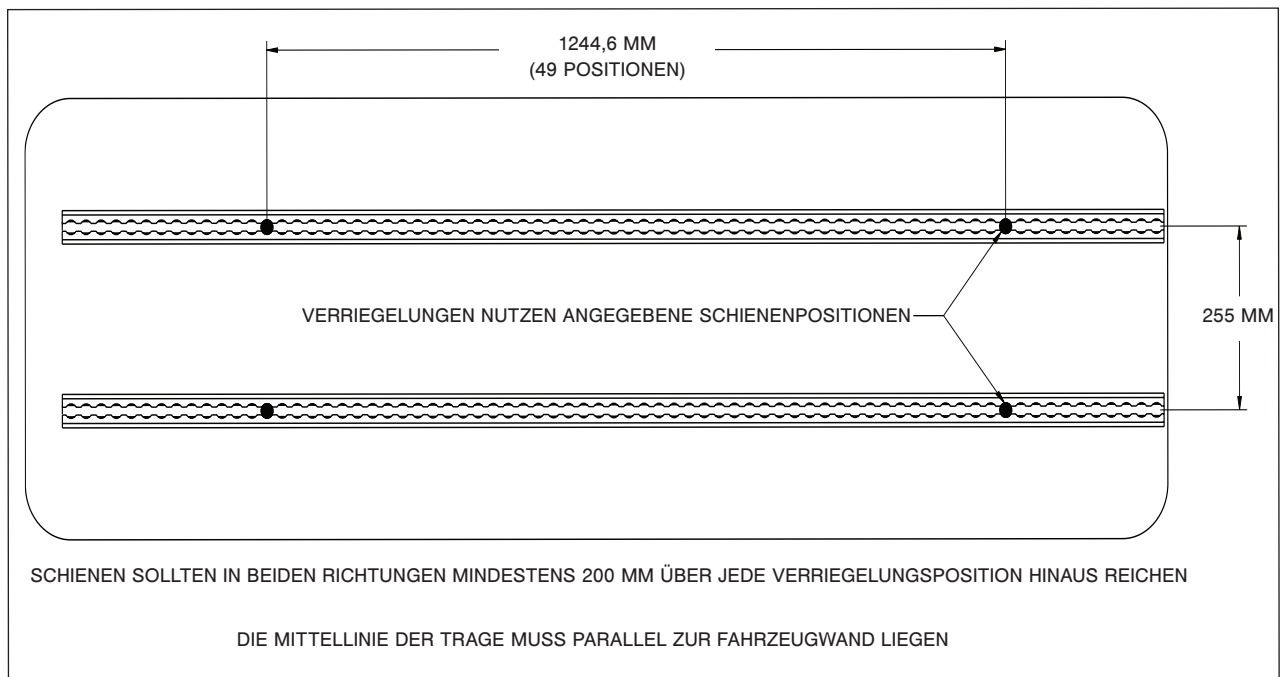
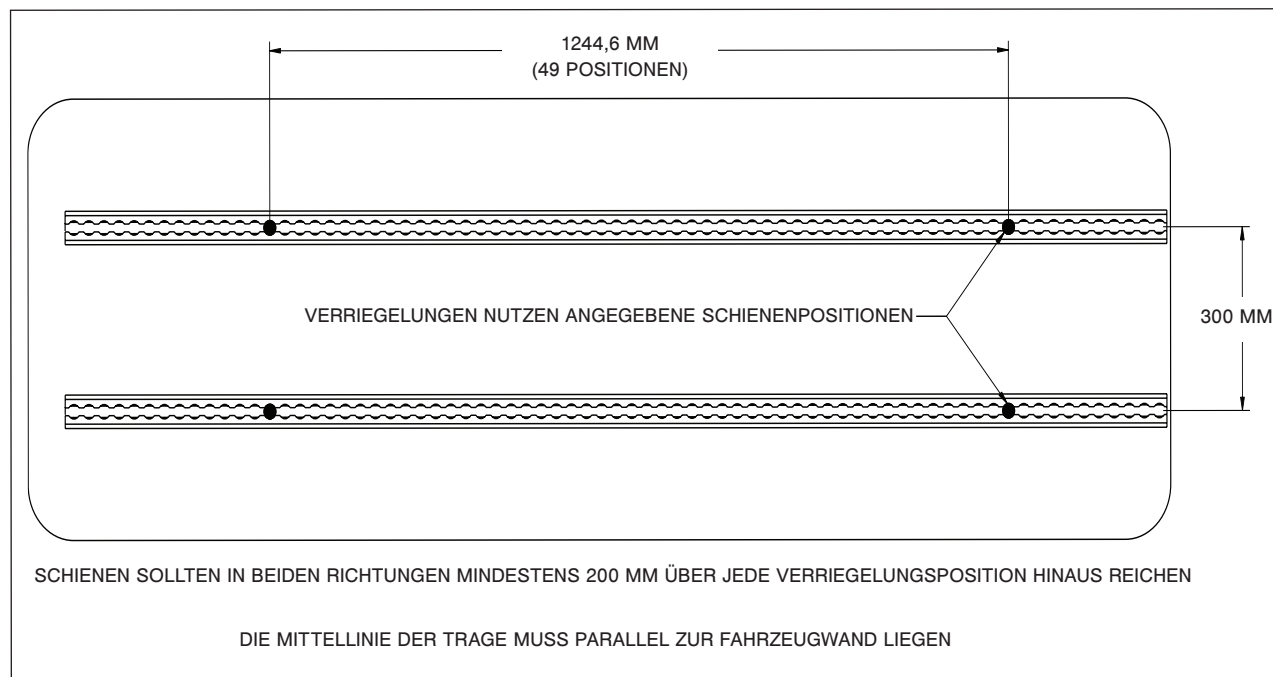

Abbildung 12 - Positionen für die Installation der Bodenschienen
Abbildung 13 - Positionen für die Installation der Bodenschienen
1. Die Position von Fuß- und Kopfendebefestigung anhand von Abbildung 12 auf Seite 3-15 für Modell 6386 und anhand von Abbildung 13 auf Seite 3-16 für Modell 6387 bestimmen.
1. Die Position von Fuß- und Kopfendebefestigung anhand von Abbildung 12 auf Seite 3-15 für Modell 6388 und anhand von Abbildung 13 auf Seite 3-16 für Modell 6389 bestimmen.
2. Unter Anwendung der in Abbildung 12 dargestellten Abmessungen die Stelle festlegen, wo die Bodenschienen angebracht werden.
2. Unter Anwendung der in Abbildung 13 dargestellten Abmessungen die Stelle festlegen, wo die Bodenschienen angebracht werden.